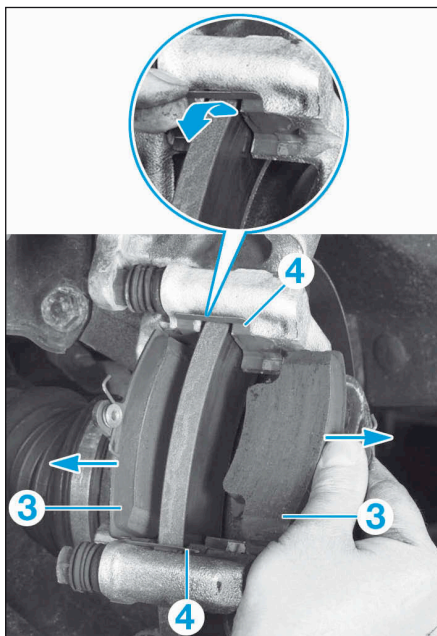

FIG.4
- Déposer les plaquettes de frein (3) (Fig.4).
- Déposer les agrafes antibruit (4) inférieure et supérieure.